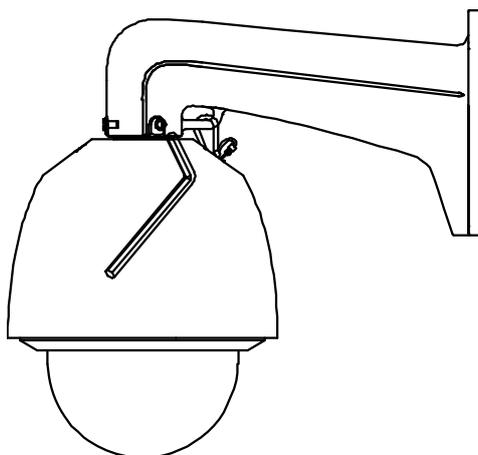

Рис. 1.6. Завершение монтажа видеокамеры на кронштейн
- Используйте Г-образный ключ, чтобы затянуть фиксирующие винты и надежно закрепить видеокамеру на кронштейне (Рис. 1.6).